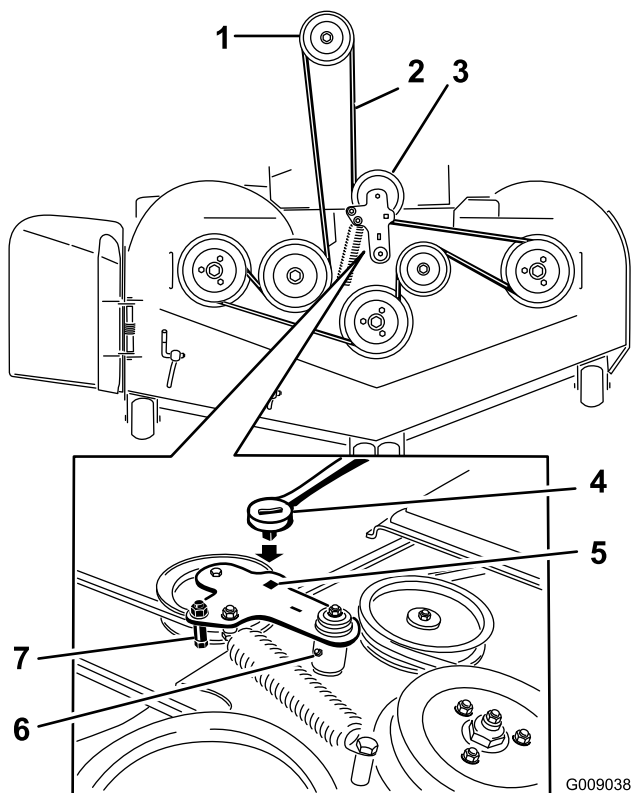

Figure 103
6. Soulevez le plancher et insérez un rochet dans le trou carré de la poulie de tension du plateau (Figure 103).
7. Tournez la poulie de tension dans le sens horaire et retirez la courroie du plateau (Figure 103).